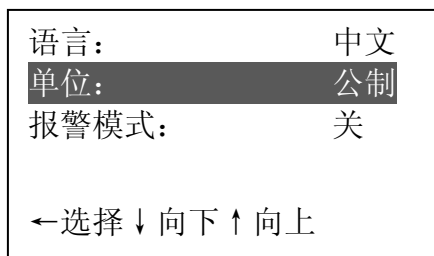
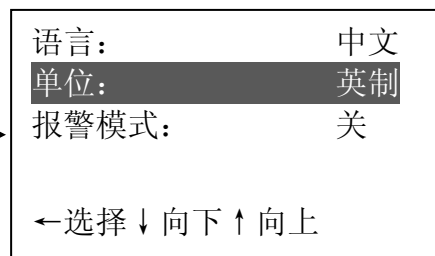

图 27
图 28
- d. 按↑或↓键选择单位，按←键循环显示公制和英制，（如图 27 和图 28）：